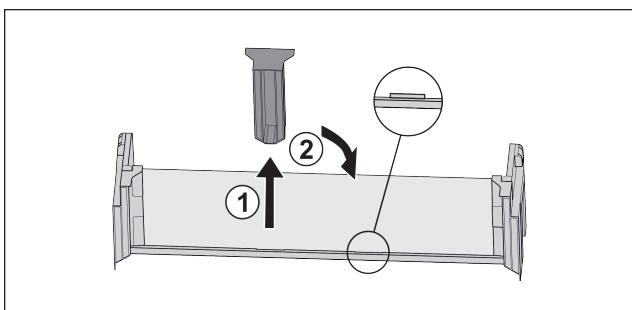

Fig. 30
- Ištraukite vidurinę laikančiąją dalį Fig. 30 (1).
- Įstatykite vidurinę laikančiąją dalį antroje padėtyje Fig. 30 (2).